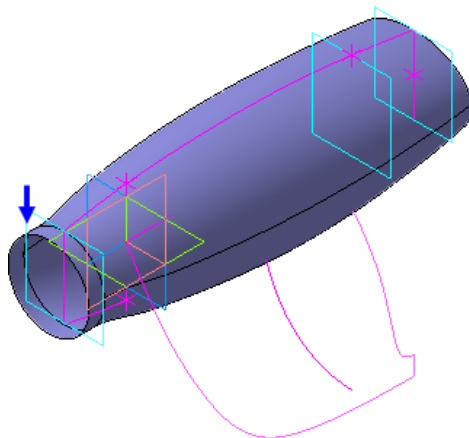

Рисунок 8.
- Нажмите кнопку Создать объект  (рис. 8).